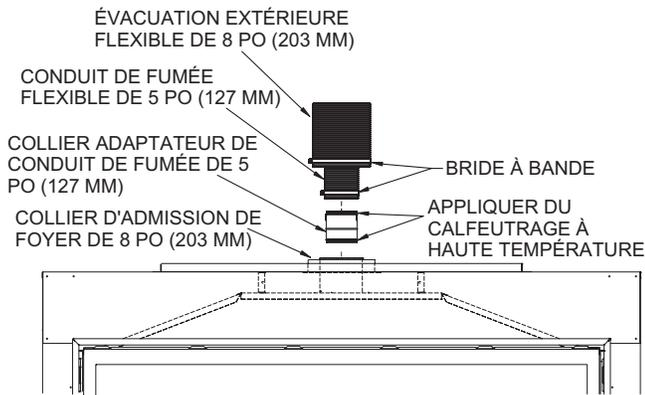

Figure 62
10. Appliquer de la pâte d'étanchéité sur l'extérieur de l'adaptateur de tuyau de fumée et raccorder au tuyau de fumée flexible. Introduire ensuite l'adaptateur dans le conduit de fumée du foyer. Fixer l'adaptateur au conduit de fumée du foyer avec un minimum de deux vis fournies. **Voir Figure 62.**